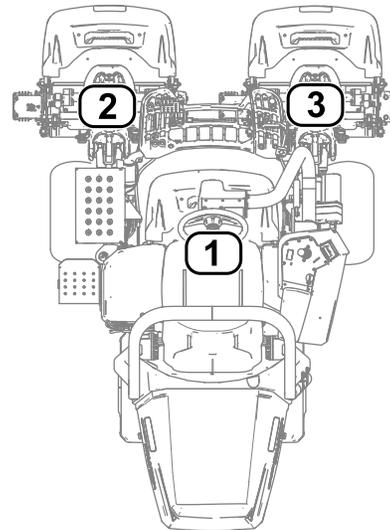

图 25
- 1 指中间滚刀组 图 25
- 2 指左前滚刀组 图 25
- 3 指右前滚刀组 图 25